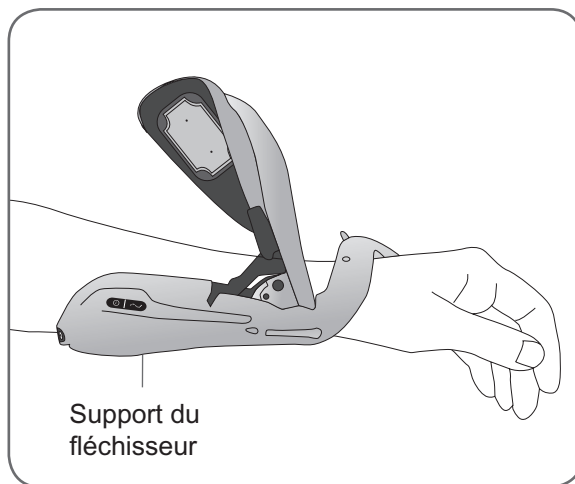

Figure 8-11 : Positionnement du support du fléchisseur.
3. Placez votre avant-bras dans le support du fléchisseur de l'orthèse. Reportez-vous à la Figure 8-11.